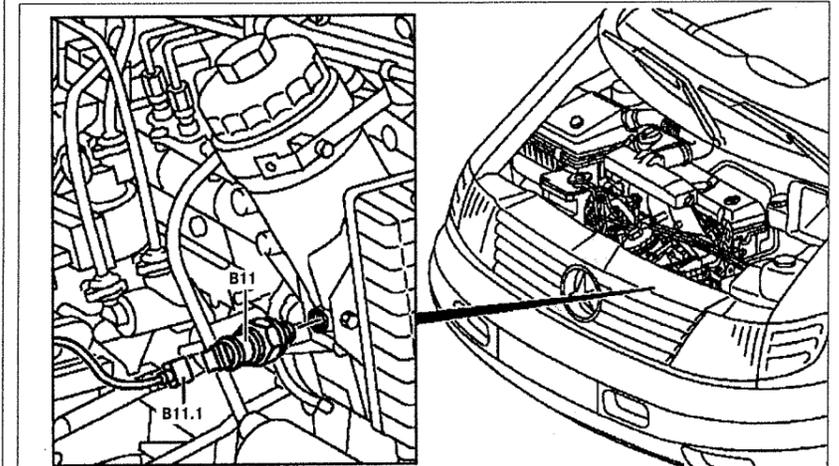

Рис. 4.46. Датчик давления масла: В11.1. Разъем проводки датчика давления масла, В11. Датчик давления масла.
2. Отсоедините разъем проводки В11.1 от датчика давления масла (см.рис.4.46).